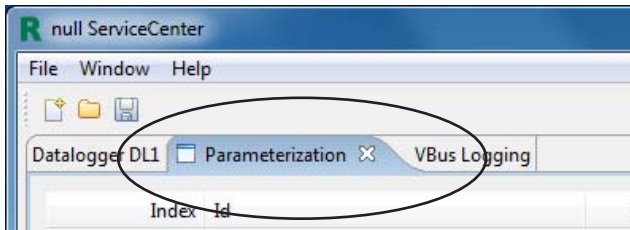

Fig. 4
- ➔ Click on the tab **Parameterization** (Fig. 4)